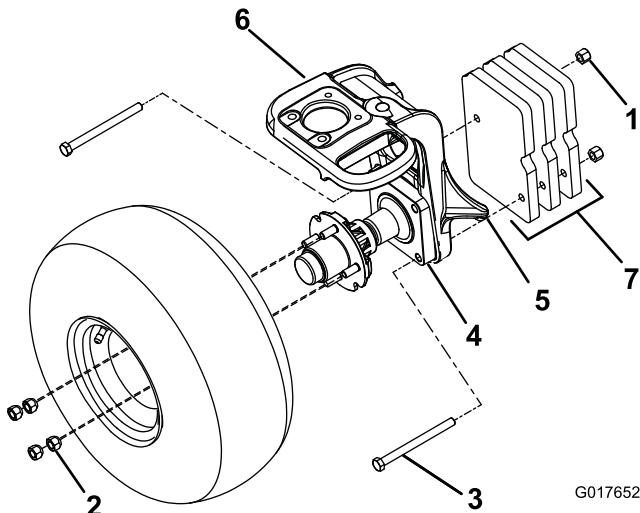

Figure 1
- Soulevez la machine avec un cric placé au point de levage (Figure 1).
- Retirez les 4 écrous de roue par paires diagonalement opposées (Figure 1).
- Retirez les 2 boulons de retenue qui fixent la fusée à la fourche pivotante (Figure 1).
- Montez 3 masses plates fournies dans le kit sur le côté droit de la fourche pivotante à l'aide de 2 boulons à tête hexagonale (1/2 x 5-1/2") et 2 contre-écrous pris dans le kit (Figure 1).